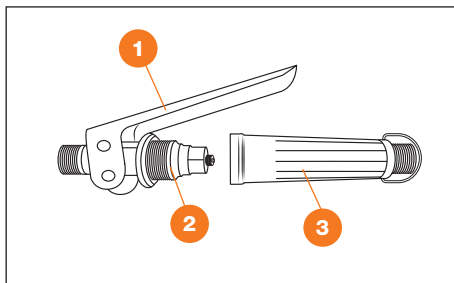

Рис. 19
Разберите рукоятку управления: открутите рукоятку 3, нажмите на рычаг ① откроется переключной механизм ②, смажьте его силиконовой смазкой, плотно закрутите рукоятку ③ на место (Рис. 19).